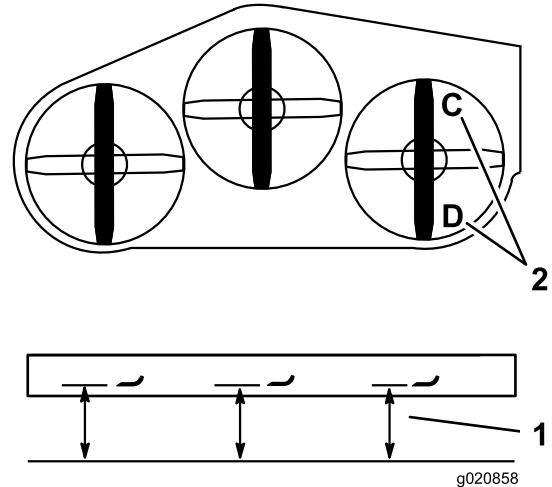

Bild 83
(Bild 83). Sollte die Einstellung nicht richtig sein, machen Sie mit den folgenden Schritten weiter.
- Stellen Sie das rechte Schnittmesser in Längsrichtung (Bild 83).
- Messen Sie das rechte Messer an der Stelle **C** von einer ebenen Oberfläche bis zur Schnittkante der Messerspitze und notieren Sie den Wert (Bild 83).
- Messen Sie das rechte Messer an der Stelle **D** von einer ebenen Oberfläche bis zur Schnittkante der Messerspitze und notieren Sie den Wert (Bild 83).
2. Stellen Sie das rechte Schnittmesser in Längsrichtung (Bild 83).